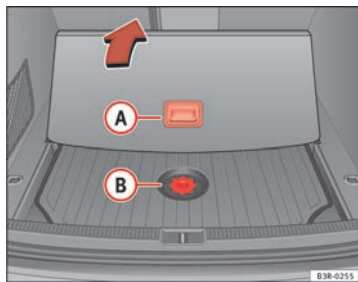

Fig. 189 Acceso a la caja de herramientas y gato
- Eche hacia atrás la cubierta de la superficie de carga agarrándola por el asidero **A** ⇒ fig. 189.
- Desenrosque el tornillo de fijación de la cubierta **B** ⇒ fig. 189.